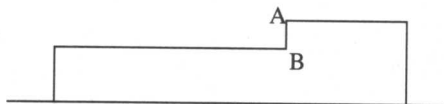

图 1-4
(2) 重复“直线”命令,捕捉靠近中心线左端点的一点作为起点,随后继续以相对坐标来定义点的坐标,以下各相对端点为: (**@0,6**)、(**@25,0**)、(**@0,3**)、(**@13,0**)、(**@0,-9**),结果如图1-4所示。
(3) 单击“修改”|“延伸”命令,命令行提示选取边界的边,同时鼠标形状变为选取框,选取中心线后按回车键,命令行提示: